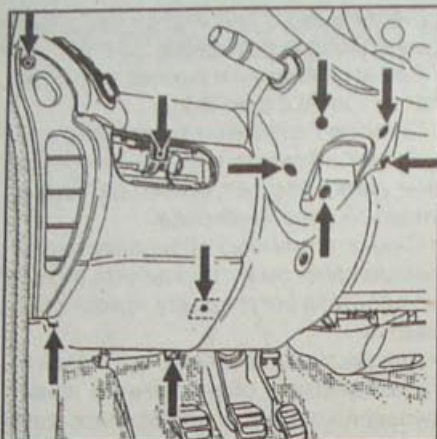

Рис. 9.2. Расположение винтов крепления кожухов рулевой колонки и левой нижней консоли
- Снимите верхний и нижний кожухи рулевой колонки (рис. 9.2).